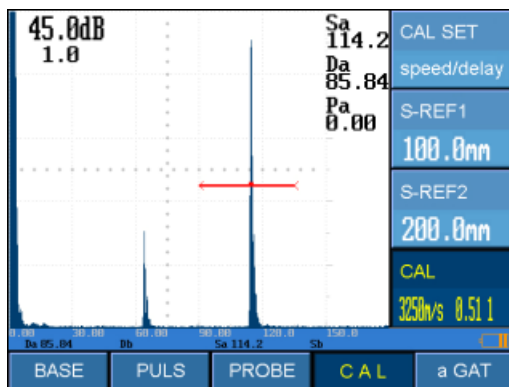

Abb. 10 Ausrichtung von Gate A auf das R100 Echo
9. Gate A auf das R100 Echo ausrichten und das Untermenü *Kalibrierung* mit der Taste [◀] auswählen (s. Abb. 10).